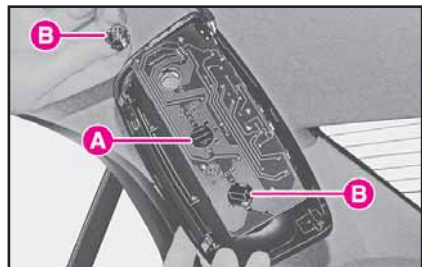

fig. 35
2) Pour dégager les porte-lampes les tourner dans le sens inverse des aiguilles (fig. 35).